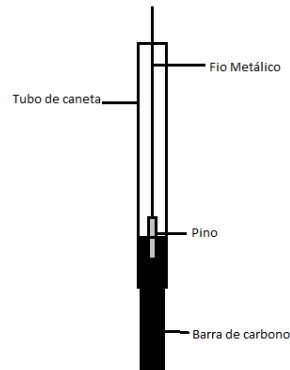

Figura 4 – Introdução do artefato em um tubo de caneta
**3º Passo** – Introduzir o artefato em um tubo de caneta incolor cuja boca inferior foi ajustada para o tamanho do bastão de grafite conforme mostra a figura 4.